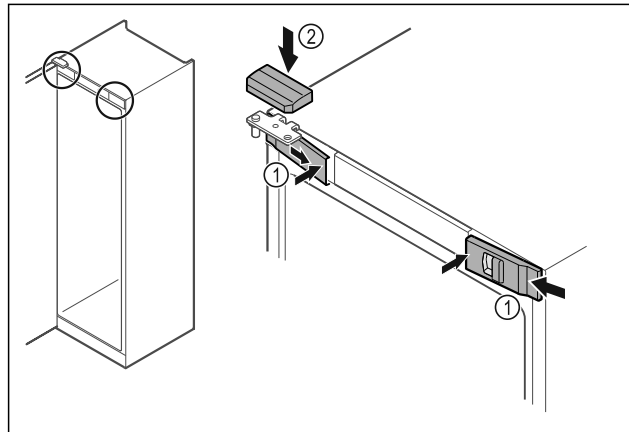

Fig. 55
- ▶ Bočno zakvačite prednje poklopce Fig. 55 (1) i uglavite ih iznutra.
- ▶ Uglavite gornji poklopac Fig. 55 (2) odozgo.